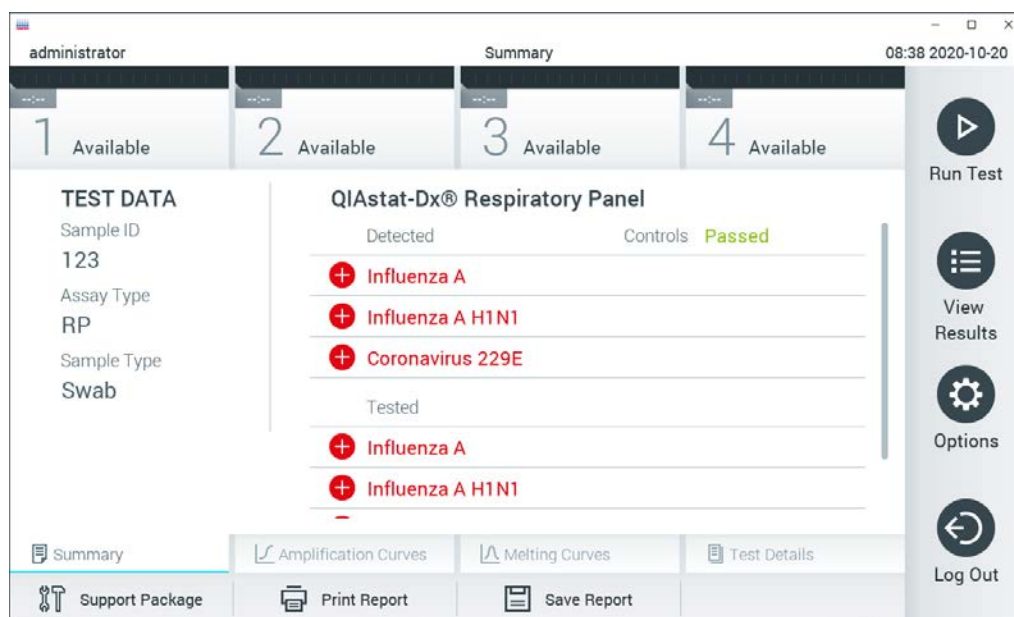

Figura 30. Ecranul Summary (Rezumat) cu rezultatele.
11. După ce cartușul de test QIAstat-Dx a fost scos, va apărea ecranul **Summary** (Rezumat) cu rezultatele (Figura 30). Consultați Secțiunea 5.4 pentru detalii suplimentare.